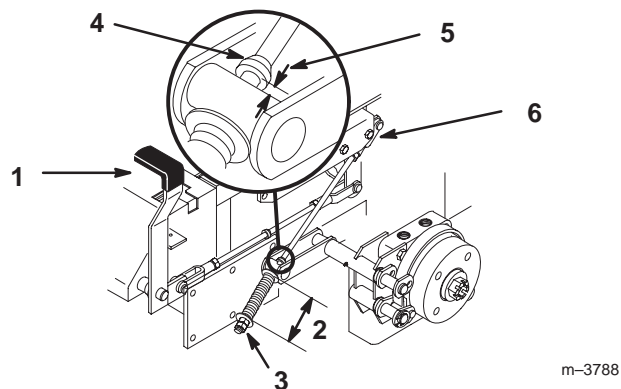

Figure 74
2. Mesurez la longueur du ressort. Les rondelles doivent être distantes de 70 mm (Fig. 74).
3. Si un réglage est requis, desserrez l'écrou de blocage situé sous le ressort et serrez l'écrou directement au-dessous de la chape (Fig. 74). Vissez l'écrou jusqu'à ce que le ressort ait la longueur voulue. Serrez les deux écrous ensemble et répétez la procédure de l'autre côté de la machine.
6. Mesurez la distance entre le galet de tourillon et le collier sur la tige de frein. Elle doit être comprise entre 5 et 7 mm (Fig. 74).
7. Si un réglage est requis, desserrez l'écrou de blocage situé juste au-dessous de la chape. Tournez la tige inférieure jusqu'à obtention de l'écart voulu (Fig. 74). Serrez l'écrou de blocage sur la chape.